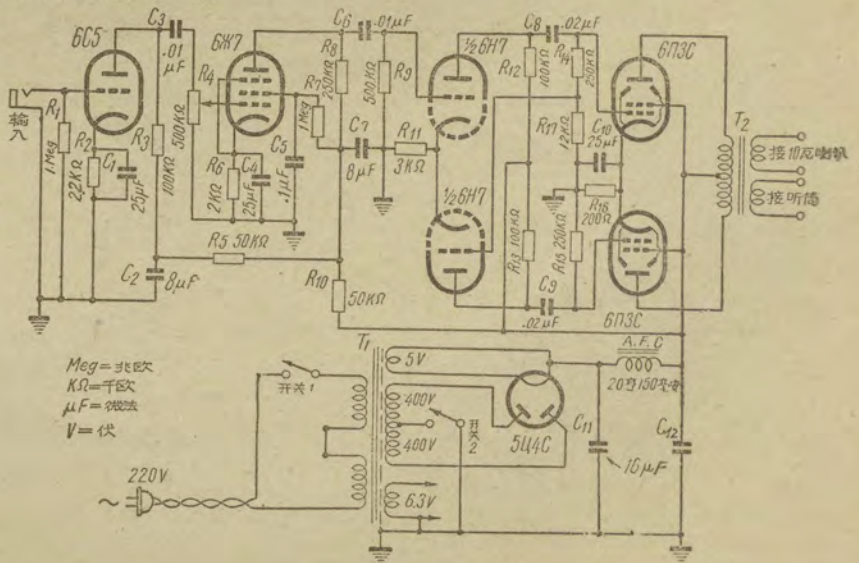

图 5
1、输入和放大：晶体听诊器输出极小，一定要把它放大很多倍后，才能应用。我们采用了有4级放大的扩音机。第一级用6C5，第二级用6X7，第三级6H7是放大和反相，第四级2只6N3C作推挽放大，整流级用5Z4C（图5）。